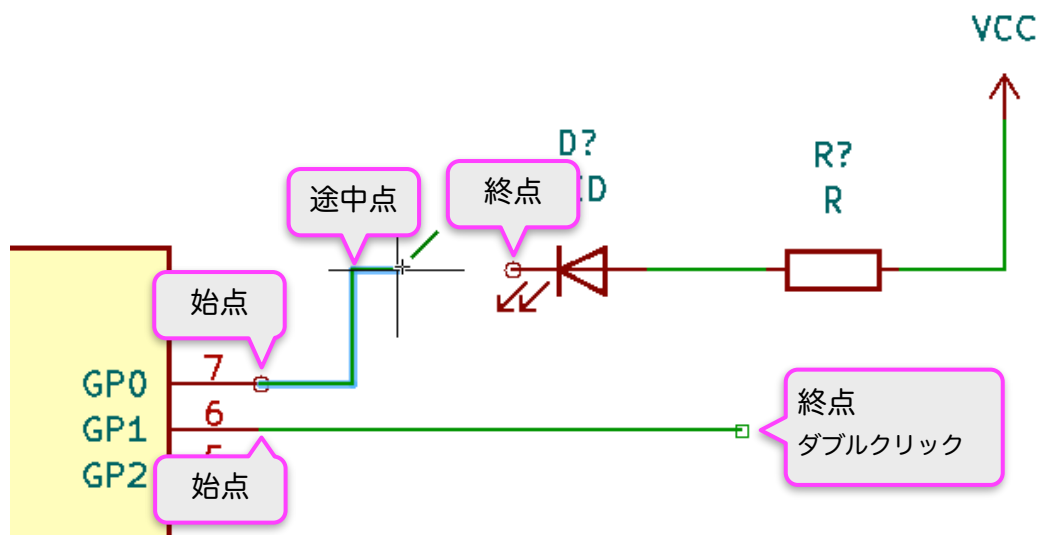

図5-10
- ④ 配線始点 → 途中点 → 配線終点 とクリックして配線します。図5-10
- ⑤ 配線終点が部品端子や配線でない場合は配線終点でダブルクリックします。